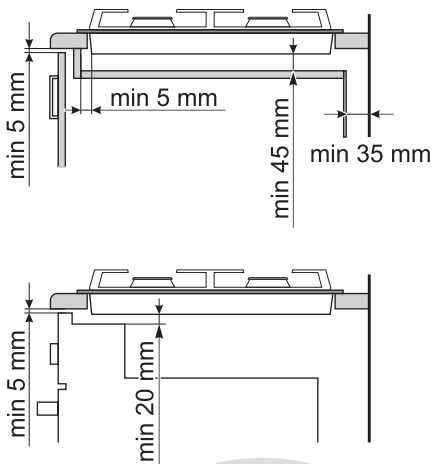

Рис. 9
6. Если после установки панели в рабочее положение её нижняя часть (защитный кожух) является доступной, её необходимо закрыть доской, ДСП, ДВП и т.д. При установке панели необходимо обеспечить минимальные воздушные зазоры согласно рис. 9.